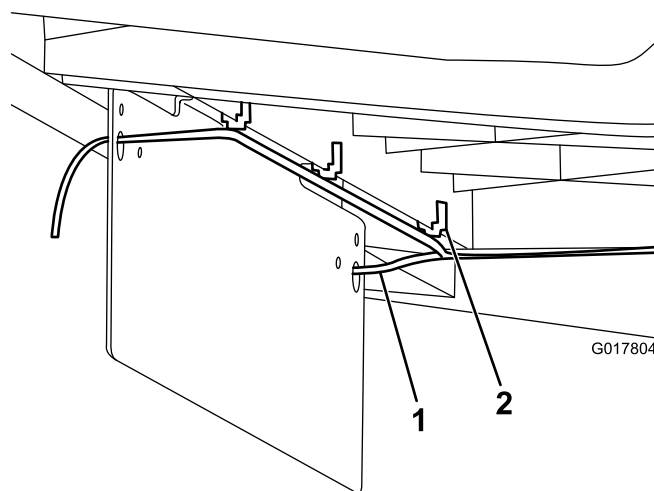

Рисунок 12
3. Вставьте провода сквозь большие отверстия в кронштейне номерного знака (Рисунок 12).
2. Установите пучок проводки, прикрепив зажимы к нижней стороне коробки (Рисунок 12).